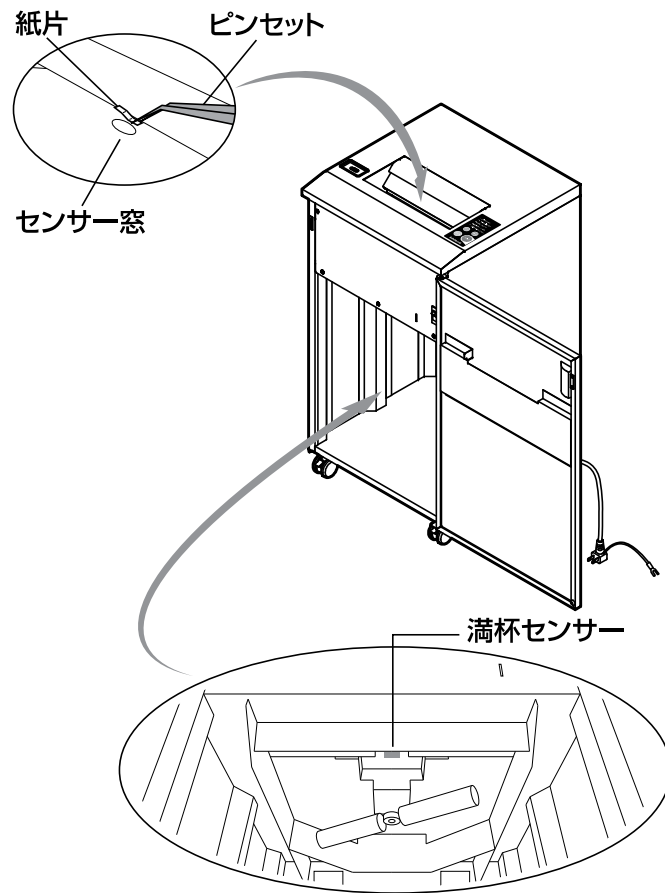

図9 NXI-406SPHの各センサーの掃除
<p>●細断が終了しても刃物が止まらない</p> <ul style="list-style-type: none"> 投入口④に細断紙片が残っていませんか? ……投入口④のセンサー窓に残っている細断紙片を、ピンセット等を使って 取り除いてください。 …… P5 図1/P15 図9